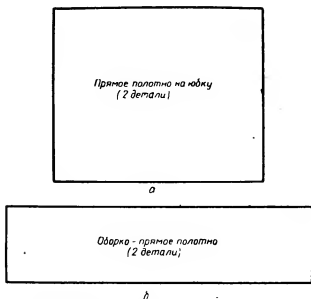

Рис. 261. Юбка к платью с цельнокроеным рукавом и вставной ластовицей:
**Юбка.** Для юбки берут два полотна (рис. 261, а) по длине юбки минус ширина оборки. Ширина юбки должна быть из расчета  $\frac{1}{2}$  окружности талии плюс 20 см или 15 см на сборки:
Оборка должна быть шире юбки (рис. 261, б) из расчета: